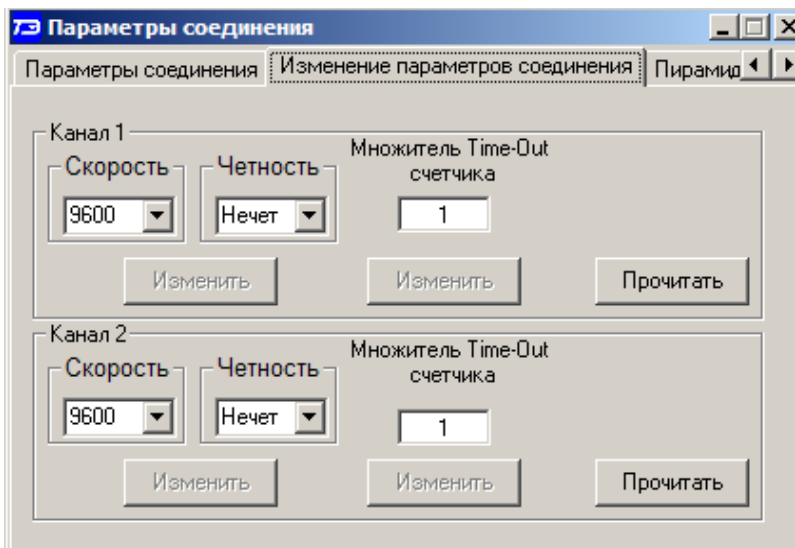

Рисунок 7 – Форма «Параметры соединения», вкладка «Изменение параметров соединения»
- открыть вкладку «Изменение параметров соединения» формы «Параметры соединения» (рисунок 7);
4.2 Скорость обмена по каналам RS-485 может быть изменена через оптический интерфейс, посредством вкладки «Изменение параметров соединения» формы «Параметры соединения» (рисунок 7).